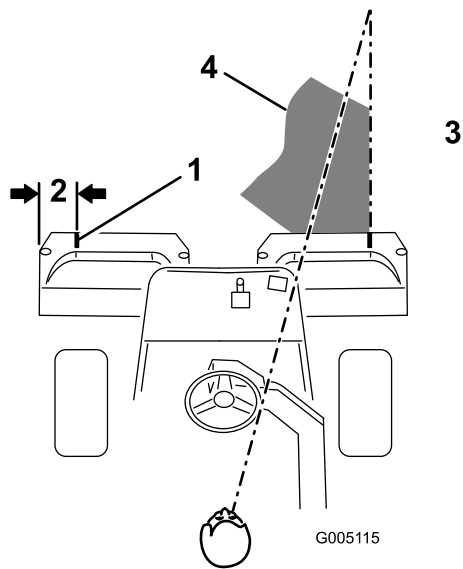
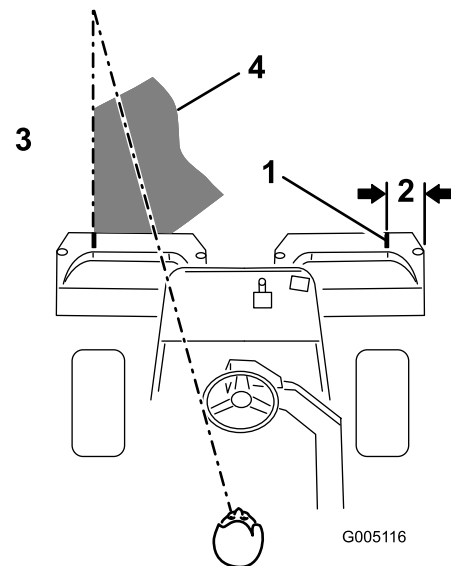

Bild 42
Bild 43
2. Bringen Sie einen Streifen weißes Isolierbands an jedem Korb an, oder zeichnen Sie eine Linie. Das Isolierband bzw. die Linie sollten parallel mit der äußeren Kante jedes Korbs verlaufen (Bild 42).
3. Wenn Sie zurückfahren, sollte der neue Mähgang den ersten ein klein wenig überlappen. Damit Sie in einer möglichst geraden Linie über die Grünfläche fahren können und einen gleichmäßigen Abstand zum zuvor gemähten Rasenstück einhalten können, sollten Sie sich eine imaginäre Sichtlinie ungefähr 1,8 bis 3 m vor der Maschine bis zum Rand des noch ungemähten Teils der Grünfläche vorstellen (Bild 42 und Bild 43). Manche Leute finden es auch hilfreich, die äußere Kante des Lenkrohrs in die Sichtlinie mit einzubeziehen, d.h. sie halten das Lenkrad in einer Linie mit einem Punkt, der immer im gleichen Abstand von der Vorderseite der Maschine bleibt (Bild 42 und Bild 43).